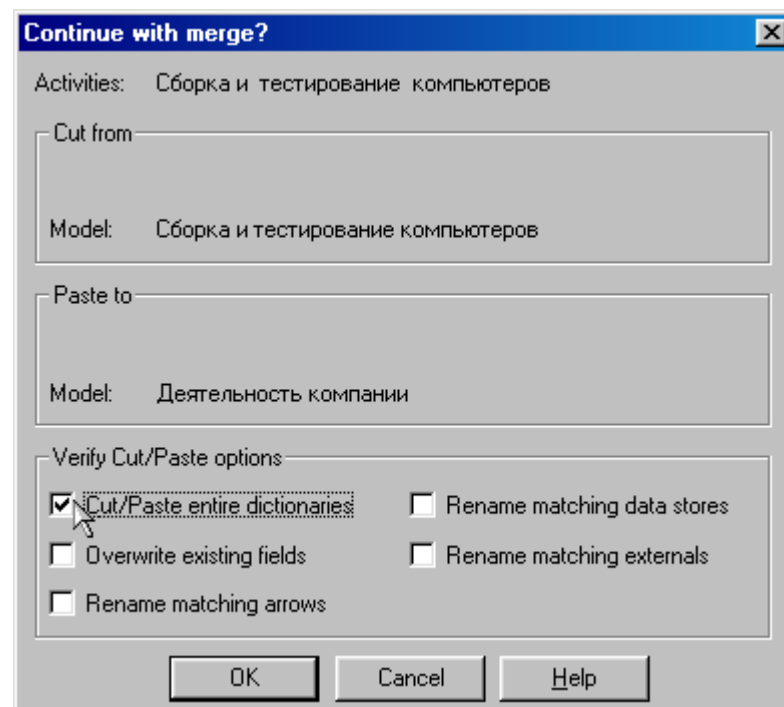

Рисунок 5.7 - Включение опции **Cut/Paste entire dictionaries**
- 3 В диалоговом окне **Merge Model** включите опцию **Cut/Paste entire dictionaries** и щелкните по кнопке **OK** (рисунок 5.7).